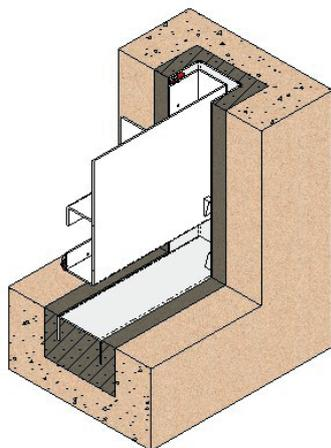
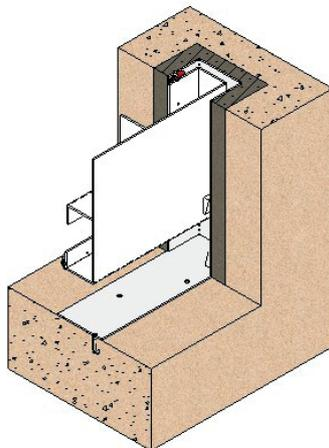

Fig. 13
Fig. 14
Il sistema più abituale per montare queste saracinesche è il betonaggio (fig. 13), ma come si può vedere nella fig. 14 e 15, esistono varie opzioni di montaggio.
- Per montare la saracinesca con il betonaggio (fig. 13), si colloca la saracinesca nei vani del canale; in questo processo è particolarmente importante che la guarnizione di chiusura nella paratoia resti sul lato a valle. Una volta collocata la saracinesca nei vani, la centeremo orizzontalmente rispetto alla larghezza del canale e verticalmente ci assicureremo che la platea della saracinesca rimanga a livello del canale. In tal modo si elimina qualsiasi sporgenza nel canale, e si ottiene un passaggio totale e continuo. Mantenendo in questa posizione, si procederà alla realizzazione del secondo betonaggio, che consisterà nel riempire i vani assicurandosi che non rimanga nessuna sporgenza nel canale.